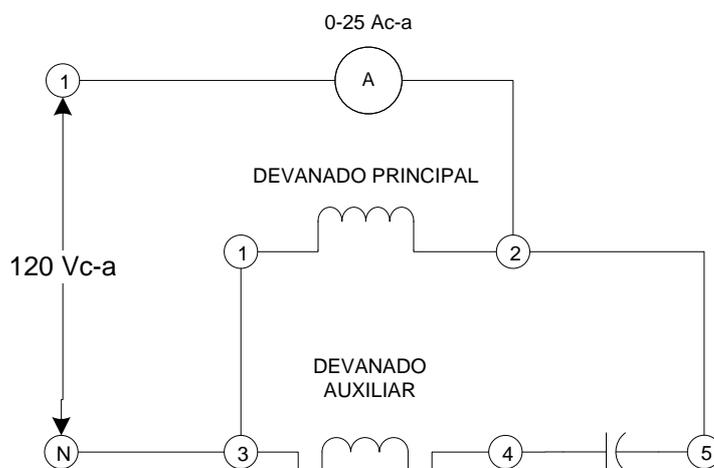

FIGURA 3
4.- Conecte los devanados en paralelo, terminales 1 a 3 y 2 a 5, como se muestra en la figura 3.